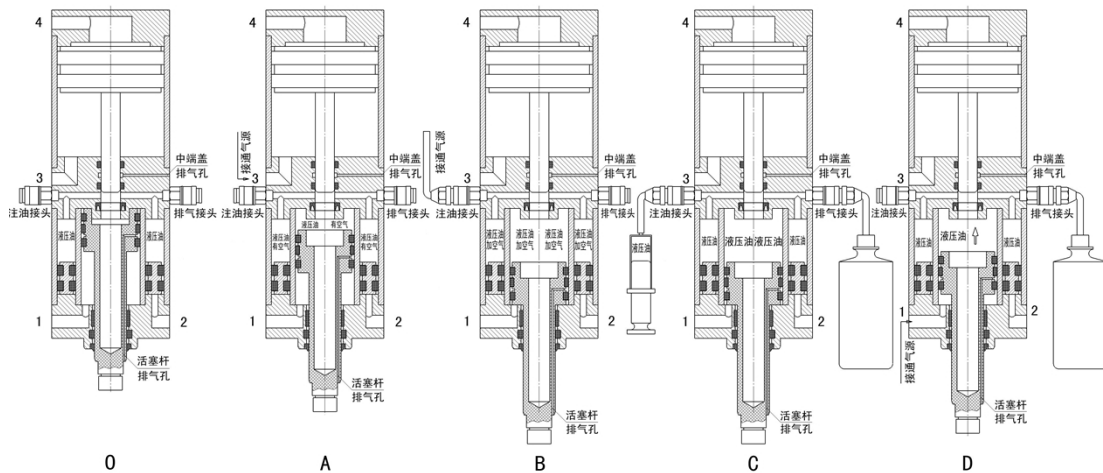

图 6
正常工作的气缸，在接通气源的待机状态，如图 6 中的 O 图所示，气缸活塞杆完全回到上端，增力活塞完全回到上端，环形活塞在内外缸筒间的下端。由于特殊原因，导致液压油缺少或液压油混入空气，需要排气和注油。过程如下：
**A.**如图 6 中的 A 图所示，拔掉缸上的四根气管并编号，单独给排气口 3 接通气源，让增力活塞回到上端。这时候内外缸筒液压油贯通。
**B.**如图 6 中的 B 图所示，插入注油接头，并将注油接头接通气源，让气缸活塞杆和环形活塞都到下端。这时候内外缸筒间产生了一个最大的注油容积。
**C.**如图 6 中的 C 图所示，插入注油接头和排气接头，并把排气接头的软管插入一个饮料瓶，用注射器从注油接头缓缓注入液压油，直到把缸内气泡排尽。静置一小时后，再用注射器从注油接头缓缓注入液压油，再次把缸内气泡排尽。
**D.**如图 6 中的 D 图所示，拔掉注油接头，单独给排气口 1 接通气源，过程中小心排气接头的软管从瓶中出来飞溅液压油，让气缸活塞杆回到上端。然后，拔掉排气接头，注油完毕。气缸状态回到 O 图状态，插上四根气管恢复工作。